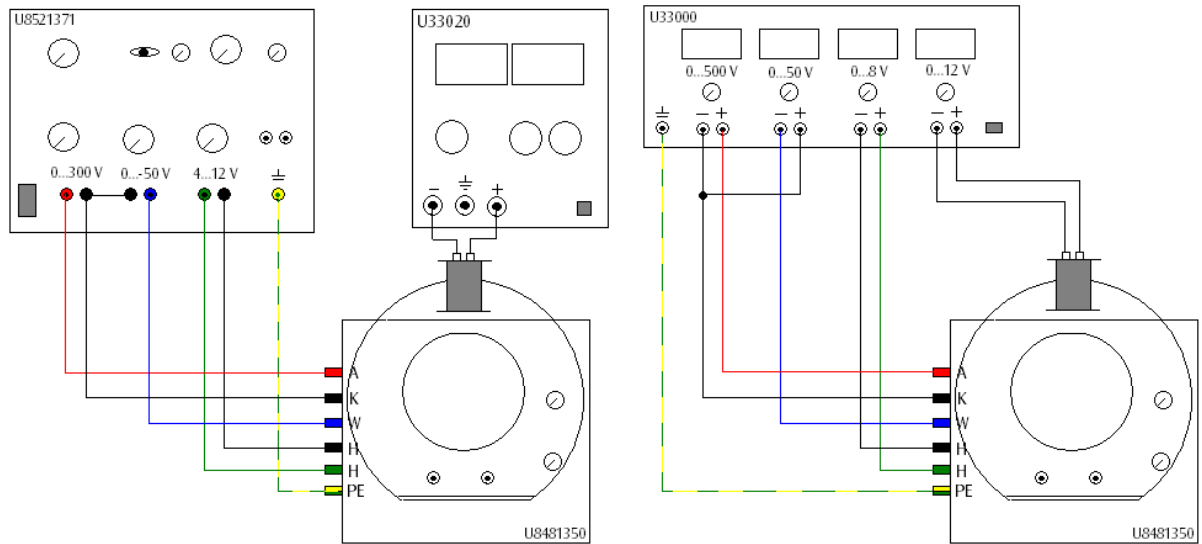

Fig.3 Magnetische Ablenkung des Elektronenstrahls (links: mit Netzgerät U8521371 und Netzgerät U33020, rechts: mit Netzgerät U33000)
- Beschaltung gemäß Fig. 3 vornehmen.